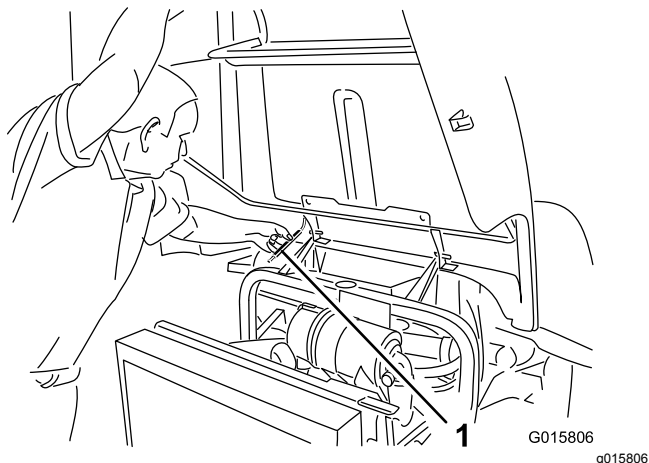

図 28
2. フレームチューブの下に支え棒が入る高さまでフードを持ち上げる 図 28。